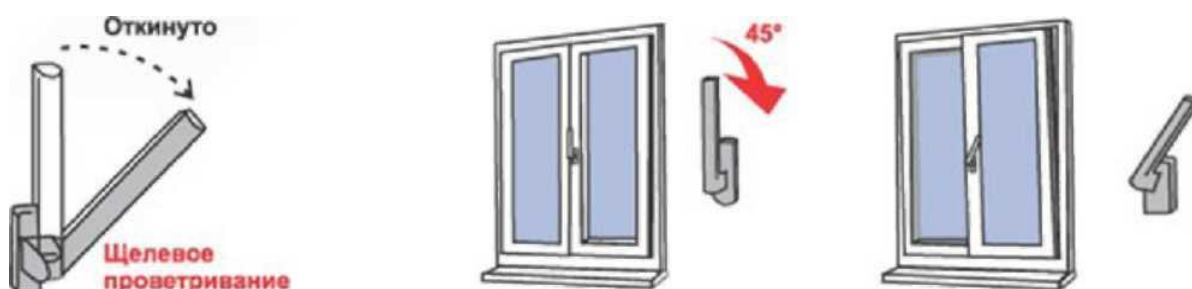

Рис.3
5) Для перевода створки в положение «Проветривание» ручку поворачивают из положения «Откинуто» в положение «Проветривание» на 45 градусов (см. Рис. 3) При этом створка окна (после небольшого поворота относительно нижней горизонтальной оси) фиксируется, будучи неплотно прижатой к раме окна вверху. Зазор между рамой окна и створкой (в верхней части) в данном режиме может составлять от 5 до 10мм. и регулируется небольшим поворотом ручки (**щелевой режим**).